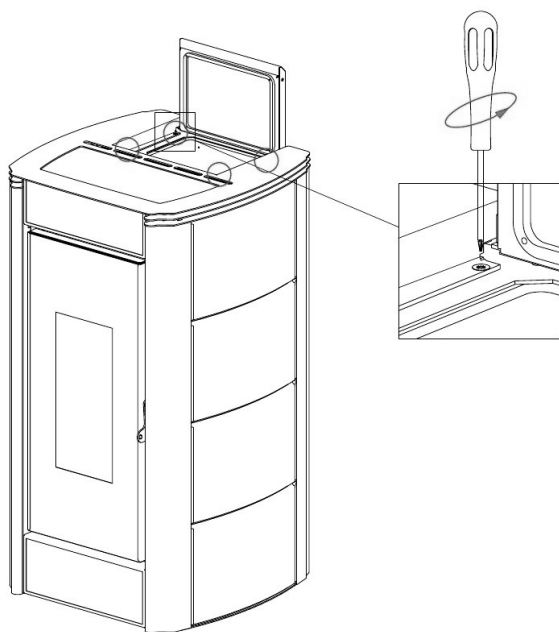

Fig. 38 - Retrait des vis
- Retirer le couvercle : dévisser les 4 vis supérieures (voir Fig. 38).